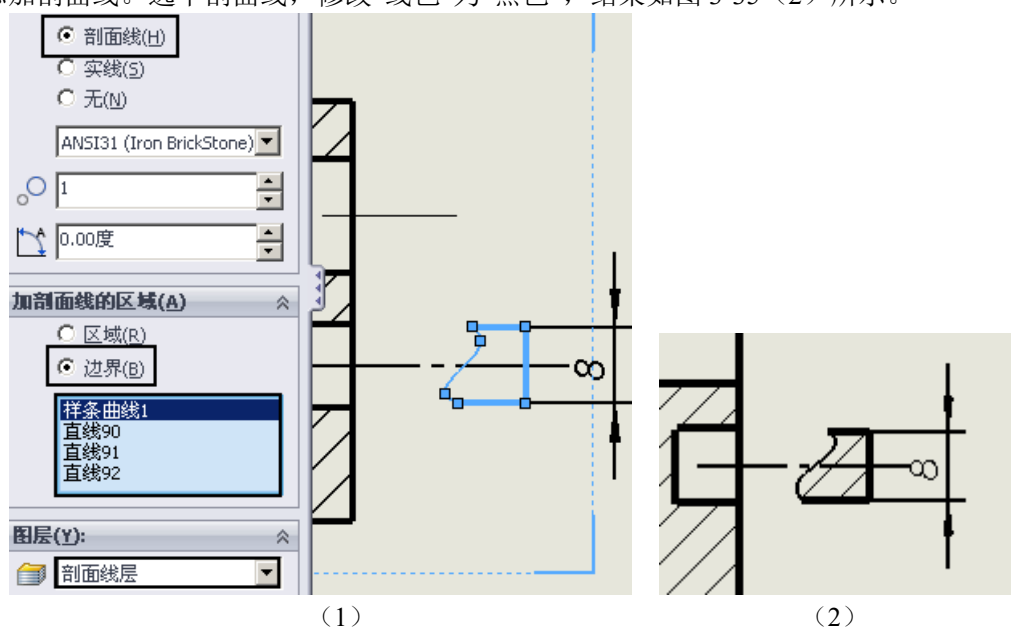

图 3-35 添加剖面线
在界面上方命令管理器中，单击“注解”命令标签中的“区域剖面线/填充”命令图标，在左侧出现的“区域剖面线/填充”对话框中，如图 3-35 (1) 所示，勾选“剖面线”和“边界”选项，“图层”处设置为“剖面线层”，在视图中依次选择断面封闭轮廓线，单击“确定”图标，添加剖面线。选中剖面线，修改“线色”为“黑色”，结果如图 3-35 (2) 所示。